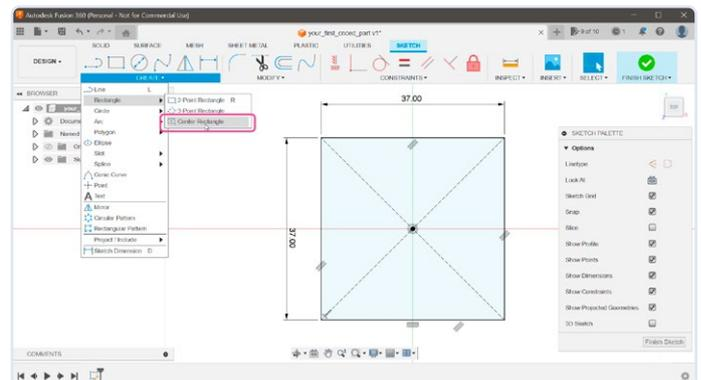

Bild 2. Festlegen der Rechteckgrößen.
2) Die Größe des Drehgebermoduls von 37 mm × 37 mm habe ich mit dem Messschieber aka Schieblehre ermittelt. Wir erstellen ein neues Rechteck, das die Größe der Platine visualisiert (**Bild 2**). Gehen Sie zu *CREATE | Rectangle | Center Rectangle*. Sobald das Werkzeug aktiv ist, setzen Sie den ersten Punkt auf den Ursprung. Geben Sie über die Tastatur eine Abmessung (37) ein, springen Sie mit